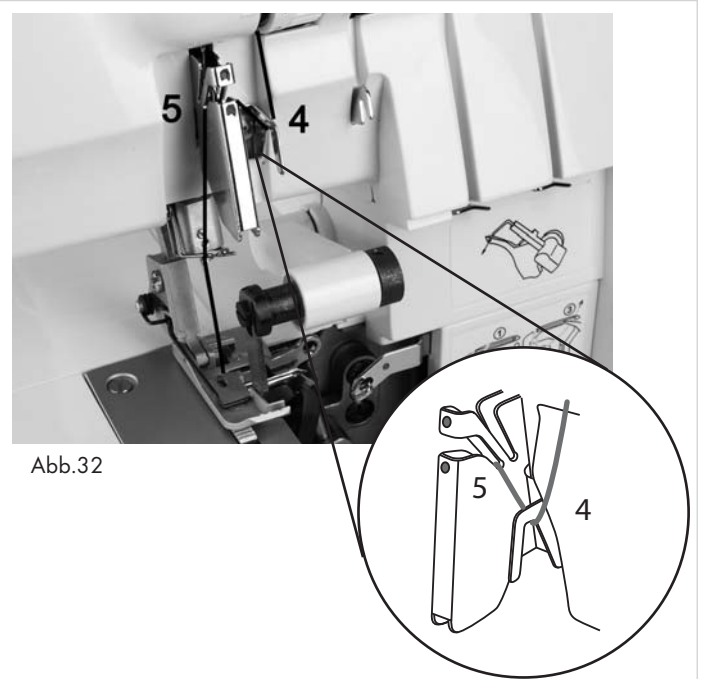

Abb.32
4. Fädeln Sie den Faden gemäß der blauen Markierungen ein (4 - 6) (Abb. 32/33).